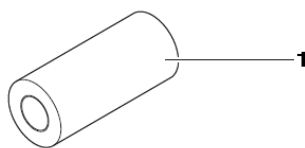
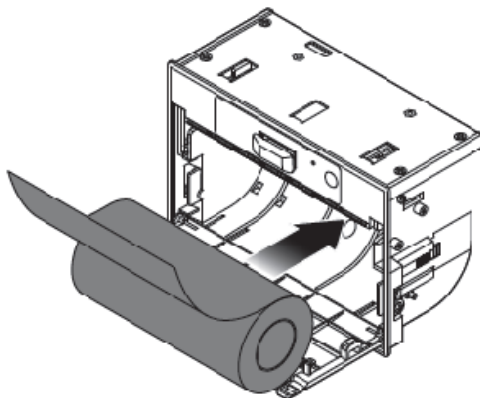

Рисунок 26
Рисунок 27
2.5.3 Опустите рулон бумаги (рисунок 26) в лоток принтера (рисунок 27).